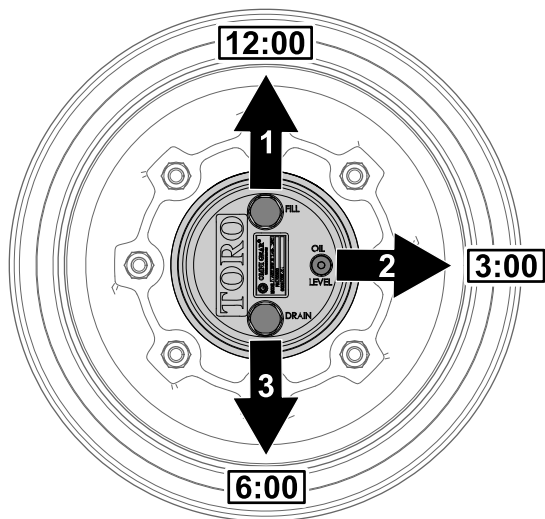

Bild 98
1. Parken Sie die Maschine auf einer ebenen Fläche und positionieren Sie das Rad so, dass die Füllschraube auf 12 Uhr, die Prüfschraube auf 3 Uhr und die Ablassschraube auf 6 Uhr steht (Bild 98).
2. Entfernen Sie die Prüfschraube, die auf 3 Uhr steht (**Bild 98**).
1. Parken Sie die Maschine auf einer ebenen Fläche und positionieren Sie das Rad so, dass die Füllschraube auf 12 Uhr, die Prüfschraube auf 3 Uhr und die Ablassschraube auf 6 Uhr steht, siehe **Bild 98** in **Prüfen des Ölstands im Planetengetriebe (Seite 70)**.